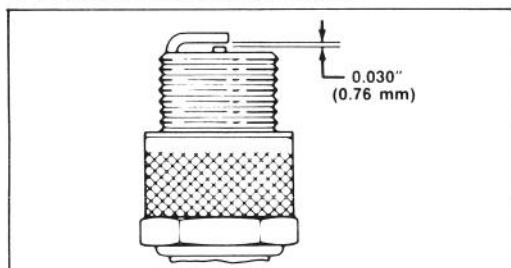

Figure 29
### REMPACEMENT DE LA BOUGIE D'ALLUMAGE (fig. 29)
3. Régler l'écartement entre les électrodes de la nouvelle bougie d'allumage à 0,76 mm (fig. 29). Puis, posez la bougie sur la culasse. Serrez la bougie à 20,4 N.m. En l'absence de clé dynamométrique, serrez la bougie complètement.